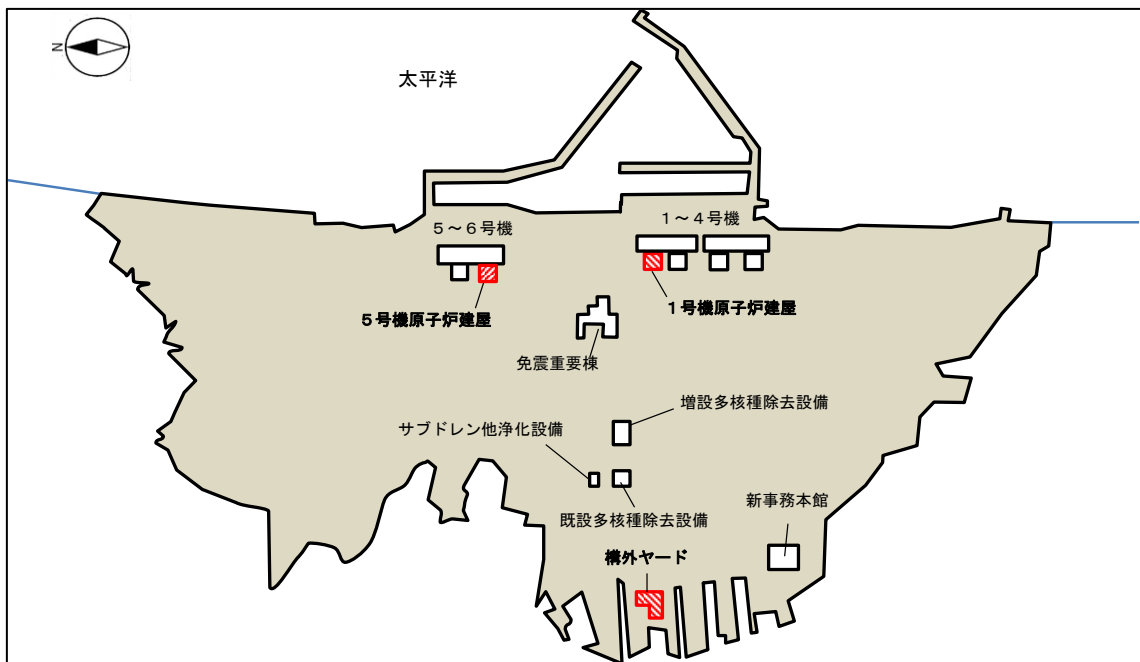

図1 福島第一原子力発電所構内概略図
- ・ 5号機原子炉建屋（図1）
- ・ 1号機原子炉建屋周辺（図1）
- ・ 構外ヤード（図1）